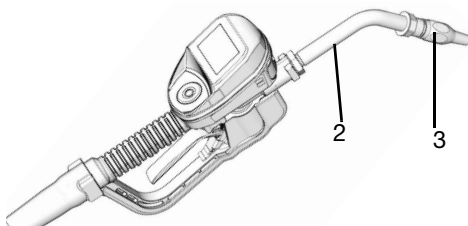

FIG. 11
1. Gänga fast munstycket (3) på förlängningen (2) (FIG. 11).